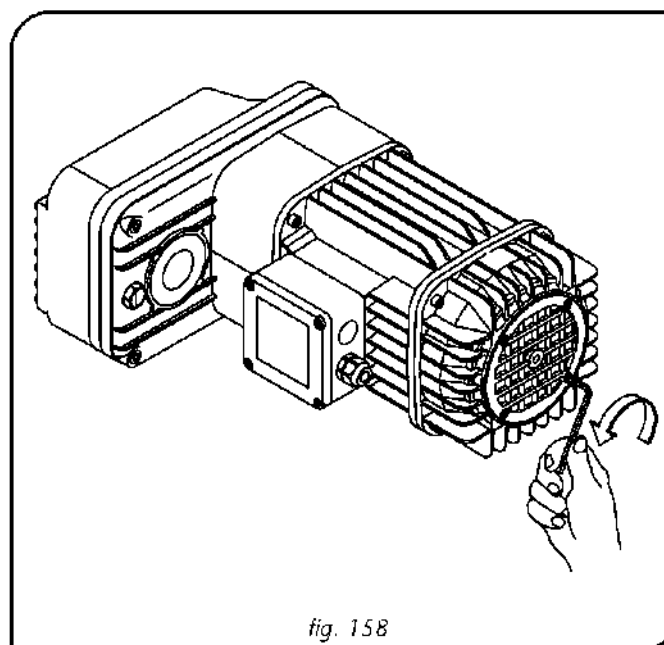

fig. 158
2. Operując na wysokości, usunąć plastikową siatkę (wentylacyjną) poprzez odkręcenie czterech śrub (rys. 158).
1. Operując z rusztowania/ podniesionej platformy, poprzez odkręcenie czterech śrub usunąć siatkę ochronną znajdującą się na pokrywie hamulca (rys. 158).